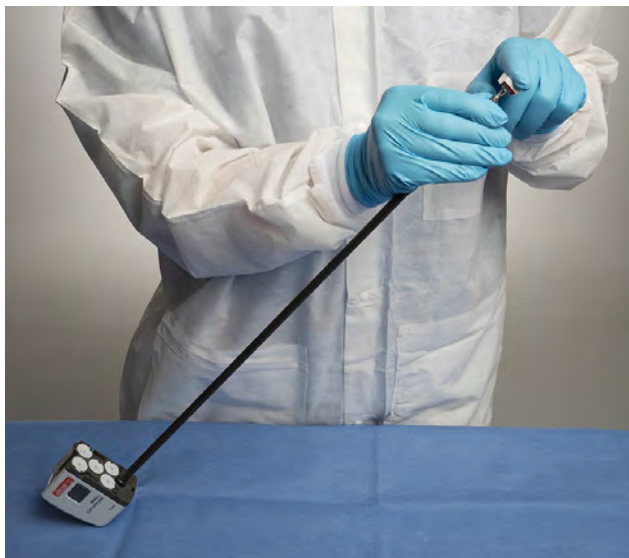

Figura 5.2 Posicionamento do instrumento para carregamento do clipe
2. Apoie o invólucro do instrumento na mesa traseira. Levante o eixo do instrumento 45 graus em relação ao tampo da mesa, endireite e estabilize o punho do instrumento, e coloque o cartucho de clipe nas mandíbulas do instrumento (Figura 5.2).